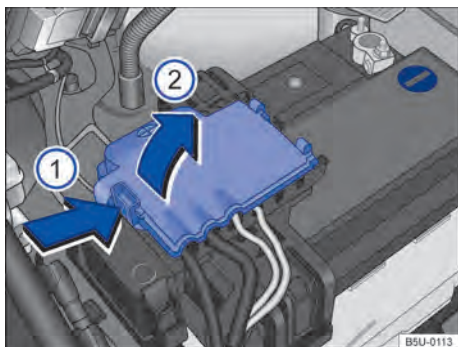

Fig. 200 Compartimento do motor: acesso ao terminal positivo da bateria.
- Abrir a cobertura do polo positivo. Para abrir pressionar a trava no sentido da seta ⇒ **Fig. 200** ①, rebater a cobertura para o lado no sentido da seta ②.